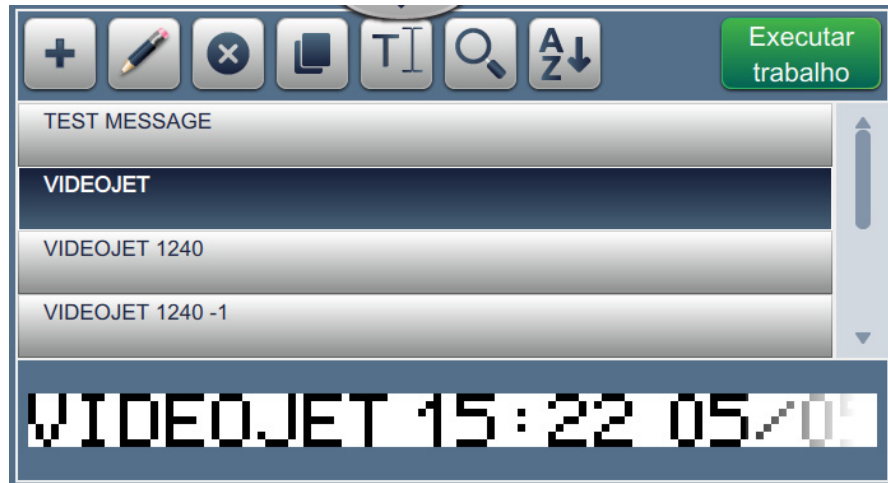

Figura 5-23: Lista de trabalhos
32. O trabalho "VIDEOJET 1240" é adicionado à lista de trabalhos, como mostra Figura 5-23.